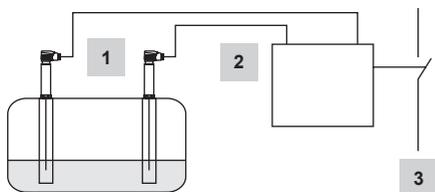

Fig. 5
- Fig. 5** **Plantas de caldeira de vapor de acordo com operação de 72 h EN 12952-07/EN 12953-06**